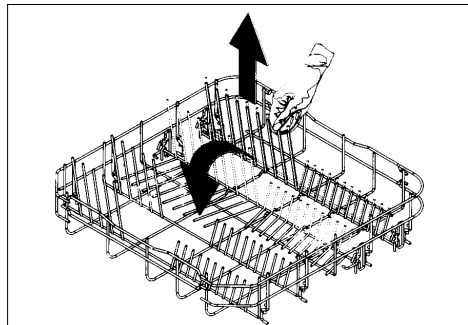

fig. 10
- De bordenrekken kunnen afhankelijk van de uitvoering worden omgeklapt (zie fig. 10).